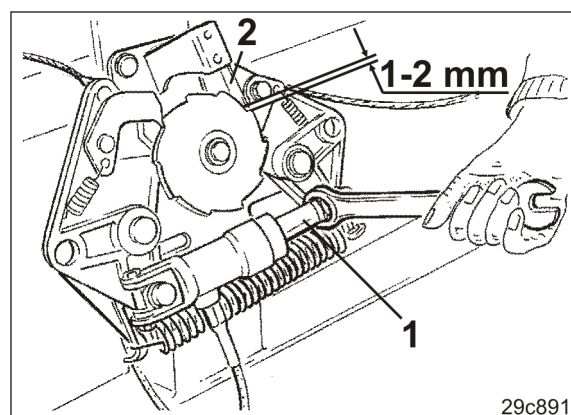

Fig. 237
3. Rotiți pistonul (Fig. 237/1) cilindrului hidraulic cu o cheie fixă atât timp, până când arcul lamelar (Fig. 237/2) de la aparatul de comutare automată se fixează în poziție perceptibil și între arcul lamelar și dinte este reglat un joc de 1 până la 2 mm.